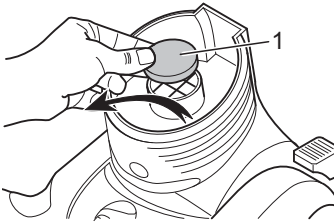

Abb. 23
3. Entnehmen Sie den Motorschutzfilter (Abb. 23/1).